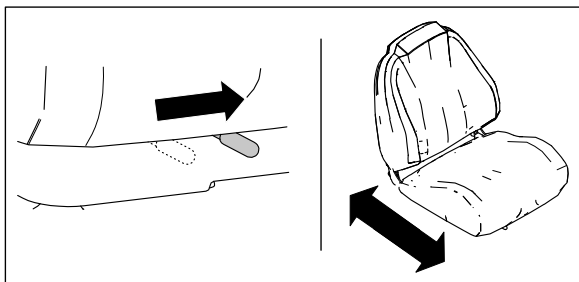

Figure 1
- A. À l'aide du levier de réglage de position, avancez ou reculez le siège (Figure 1).